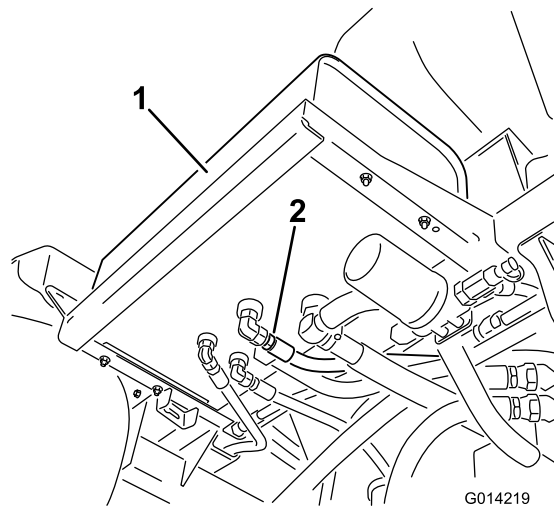

Bild 93
4. Nehmen Sie das Schlauch-Anschlussstück vom Behälter ab und lassen das Öl in die Wanne laufen (Bild 93).